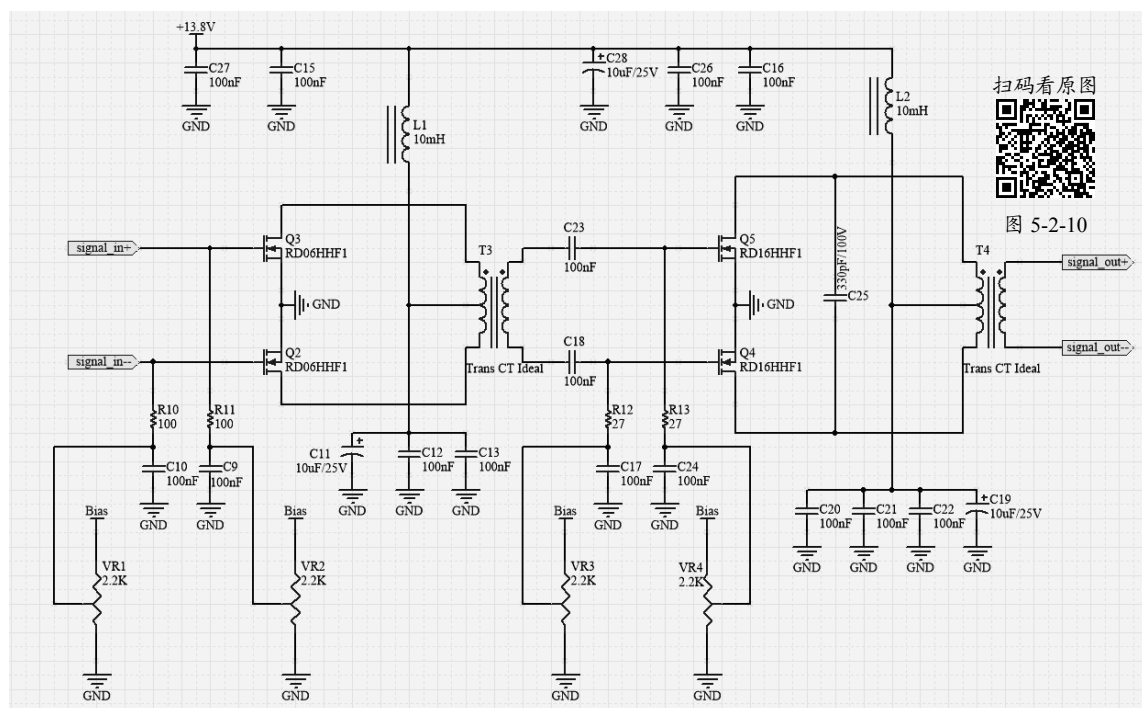

图 5-2-10 功放电路
(7) 绘制功放电路原理图。在工程中新建原理图文件，命名为“power_amp.SchDoc”，在这张原理图上绘制功放电路，如图 5-2-10 所示。